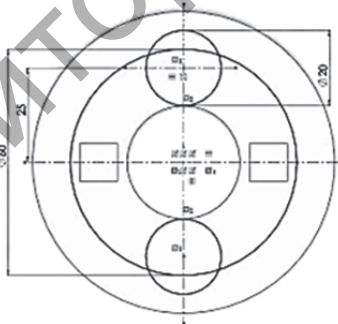

Рисунок 6.7
8. Выберите плоскость верхнего основания в качестве плоскости построения следующего эскиза и щёлкните на кнопке «Эскиз». Постройте три окружности согласно примеру (рис. 6.7). Выберите команду «Преобразование объектов» и спроецируйте большую окружность основания детали в текущий эскиз, щёлкнув на ней левой кнопкой мыши.